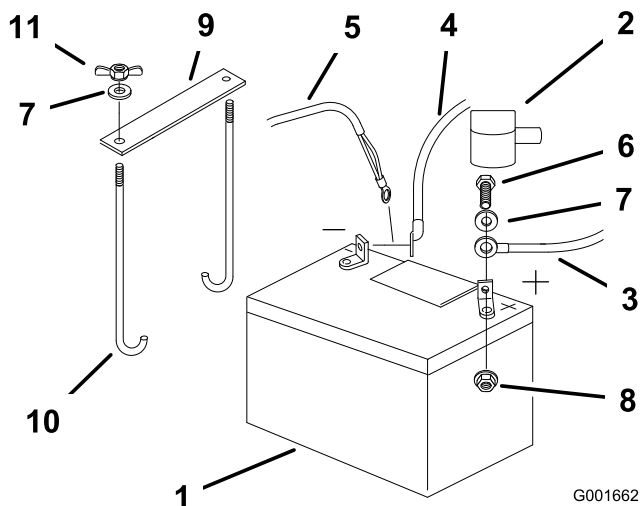

Figura 47
4. Primero desconecte el cable negativo de la batería y el cable de tierra del borne negativo (-) de la batería (Figura 47).
5. Retire la cubierta de goma roja del borne positivo (rojo) de la batería. Luego retire el cable positivo (rojo) de la batería (Figura 47).
6. Retire ambas tuercas de orejeta (1/4 pulgada) que fijan la brida de la batería (Figura 47).
1. Coloque la batería en la bandeja, con los bornes hacia el motor (Figura 47).
4. Sujete los cables con 2 pernos (1/4 x 3/4 pulgadas), 2 arandelas (1/4 pulgada), y 2 contratuercas (1/4 pulgada) (Figura 47).
6. Fije la batería con pernos en J, una brida de sujeción y 2 arandelas (1/4 pulgada), y 2 tuercas de orejeta (1/4 pulgada) (Figura 47).